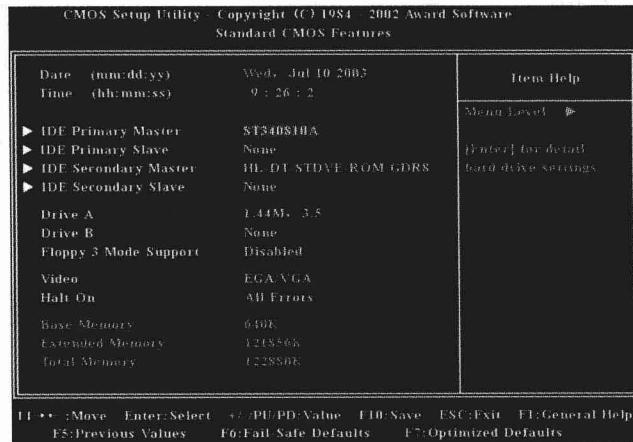

图 1.30 基本 CMOS 功能设置
(1) 设置日期与时间。在主菜单中选择“Standard CMOS Features”，进入基本 CMOS 功能设置界面，如图 1.30 所示。